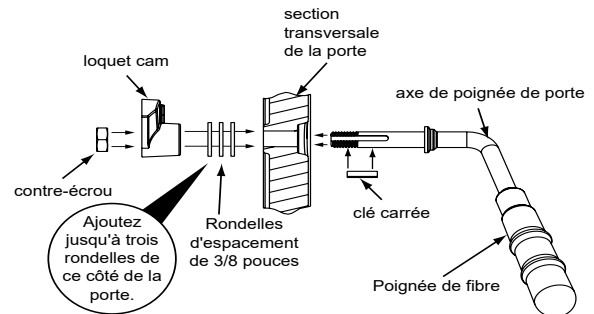

Figure 22.2
2. Placez une deuxième ou plusieurs rondelles comme il est indiqué à la **Figure 22.2**.
6. Installez la poignée en fibre (**Figure 22.2**).